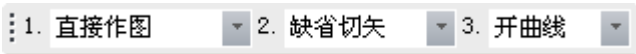

图 2-53 样条曲线的立即菜单
- 1) 调用【样条】功能，弹出如图 2-53 所示的立即菜单。